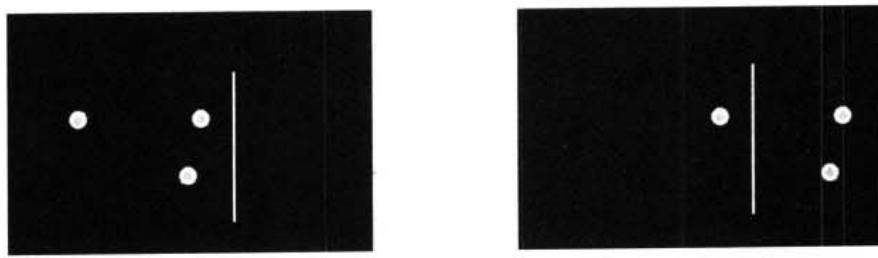

图 10-56 移动处于选中状态的元件（图中焊盘被选中，导线未被选中）
- **Move Selection:** 移动处于选中状态的元件。执行该命令后，光标变为十字，用光标拖动被选中的任一元件都将拖动全部被选中的元件，拖动时被选中元件的相对位置保持不变，如图 10-56 所示。其中的三个焊盘已被选中，而导线未被选中。执行 Move Selection 命令前后的，则状态分别如图（a）和（b）所示。